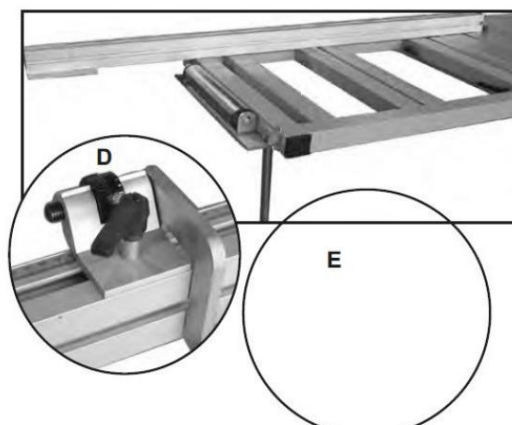

Bild 5-6: Montering av längdstopp
• Skjut in fällstoppet (pos. D, bild 5-6) i Stopp.
• Placera vid behov nedhållningsarmen på bulten (pos. E, bild 5-6).